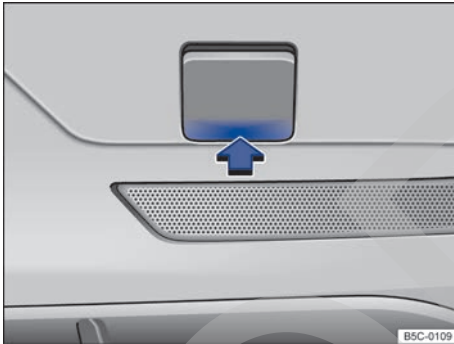

Fig. 160 En el lado derecho del paragolpes trasero: retirar la tapa.
- Presione sobre la zona inferior de la tapa → fig. 160 (flecha) para desencastrar esta.
- Introduzca la pestaña inferior de la tapa → fig. 160 en el orificio del paragolpes y presione sobre la zona superior de la tapa hasta que encastre.